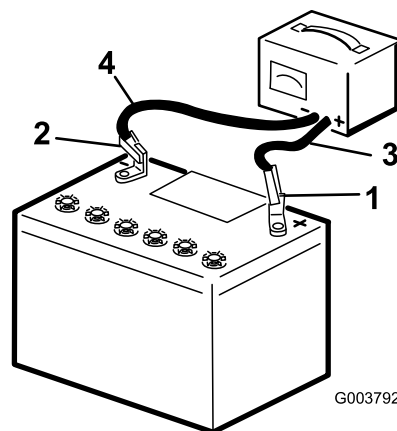

Figura 32
2. Caricate la batteria per 10 o 15 minuti a 25 – 30 A o 30 minuti a 4 – 6 A (Figura 32). Non sovraccaricate.
3. Quando la batteria è completamente carica, staccate il caricabatterie dalla presa elettrica e scollegate i cavi di ricarica dai poli della batteria (Figura 32).